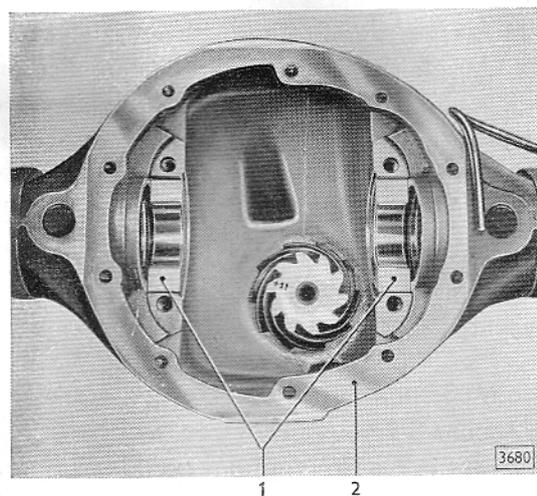
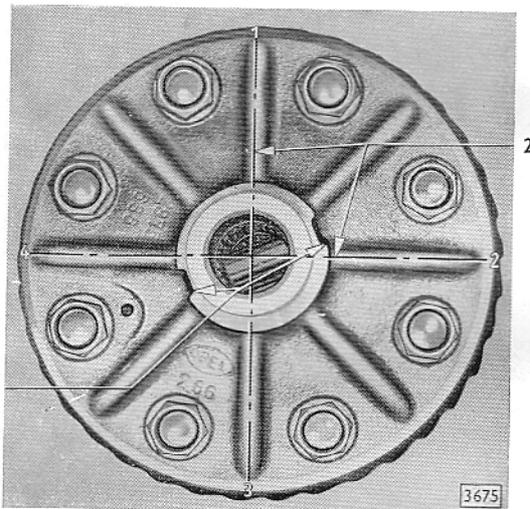
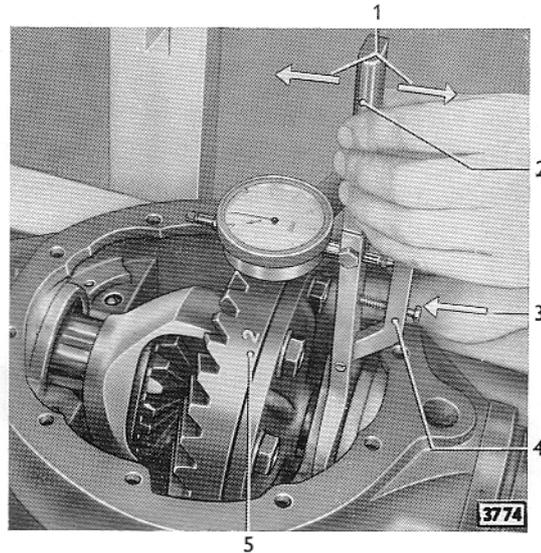
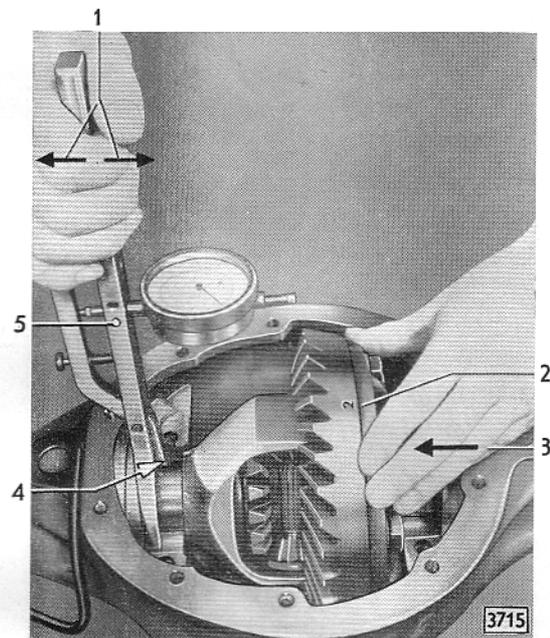

Bild 44 - Halbringe in Lagerstellen des Hinterachsgehäuses eingelegt
Bild 45 - Teller- und Antriebskegelrad mit vier gleichmäßig am Umfang verteilten Markierungspunkten (Zahlen) versehen
Bild 46 - Mit Meßschere auf der Teller- und Antriebskegelradseite Breite zwischen Hinterachs- und Ausgleichgehäuse messen
Bild 47 - Mit Meßschere auf der Ausgleichgehäusesseite Breite zwischen Hinterachs- und Ausgleichgehäuse messen
Die Halbringe werden in die Lagerstellen im Hinterachsgehäuse eingelegt (Bild 44) und dienen einmal als Aufnahmen für die Ausgleichgehäuselagerzapfen und zum anderen als Auflagen für die Gabelarme der Meßschere beim Messen der Breite zwischen Ausgleich- und Hinterachsgehäuse (Bild 46 und 47).
Beim Messen der Breite zwischen Hinterachs- und Ausgleichgehäuse mit der Meßschere (Bild 46 und 47) **bleibt das Zahnflankenspiel zwischen Teller- und Antriebskegelrad zunächst unberücksichtigt. Das Zahnflankenspiel wird erst bei der Ermittlung der Scheiben für die Ausgleichgehäusekegellager durch Scheiben festgelegt** (siehe nachstehende Position 14 und Rechenbeispiel).
5. Lagerstellen im Hinterachsgehäuse kontrollieren, daß sie frei von Verunreinigungen und anhaftendem Grat sind. Dann Halbringe (44/1) von S-1273 in Lagerstellen einlegen (Bild 44).
rades mit Rotstift oder Kreide vier gleichmäßig verteilte Markierungspunkte mit Zahlen von 1 bis 4 anbringen (Bild 45). Dabei dürfen die Ebenen (45/2) der Markierungspunkte nicht durch die Ebenen der beiden Aussparungen (45/1) am Ausgleichgehäuse führen. Dies ist erforderlich, um beim Messen mit der Meßschere keine unterbrochene Meßfläche für den auf der Ausgleichgehäuse-seite liegenden Meßfühler der Meßschere zu haben (Bild 46). **Die Markierungspunkte sind erforderlich, um die geringste Breite zwischen Ausgleich- und Hinterachsgehäuse festlegen zu können.**
Scherenarmes (46/4) auf der Ausgleichgehäuse-seite liegen (Bild 46).
9. Zunächst eine Kontrollmessung an den vier Markierungspunkten auf der Teller- und Antriebskegelradseite (Bild 46) vornehmen, um festzustellen, an welchem Punkt die **geringste Breite** zwischen Ausgleich- und Hinterachsgehäuse vorliegt. Beim Messen an einem Markierungspunkt Ausgleichgehäuse mit Teller- und Antriebskegelrad gegen Antriebskegelrad drücken (46/3), Meßschere abwechselnd nach rechts und links schwenken und Höchstausschlag des Meßuhrzeigers feststellen. Die Meßuhr zeigt am Punkt „2“ z. B. 22,99 mm an. Dieser abgelesene Wert ergibt sich wie folgt:
Bestimmung der Ausgleichscheiben zu notieren. Anschließend am Markierungspunkt „2“ auf der Ausgleichgehäusesseite Breite zwischen Ausgleich- und Hinterachsgehäuse messen (Bild 47). Meßwert, z. B. 22,05 mm, notieren. Beim Messen Ausgleichgehäuse mit Tellerrad gegen Antriebskegelrad drücken (47/3). Es darf **kein** Zahnflankenspiel vorhanden sein. **Die Breite auf der Ausgleichgehäusesseite ist nur an dem Markierungspunkt zu messen, an dem auf der Tellerradseite die geringste Breite vorliegt.**
Das Zahnflankenspiel zwischen Antriebskegel- und Tellerrad beträgt **0,10 bis 0,20 mm**. Bei der Einstellung ist ein Spiel von **0,12 mm** anzustreben. Das Spiel von 0,12 mm wird ermittelt, indem auf der **Tellerradseite** (Bild 46) von dem in Ausgleichscheiben auszuwählenden Betrag 0,15 mm abgezogen und dem Betrag auf der **Ausgleichgehäuseseite** (Bild 47) 0,15 mm zugezählt werden (siehe nachstehendes Rechenbeispiel).